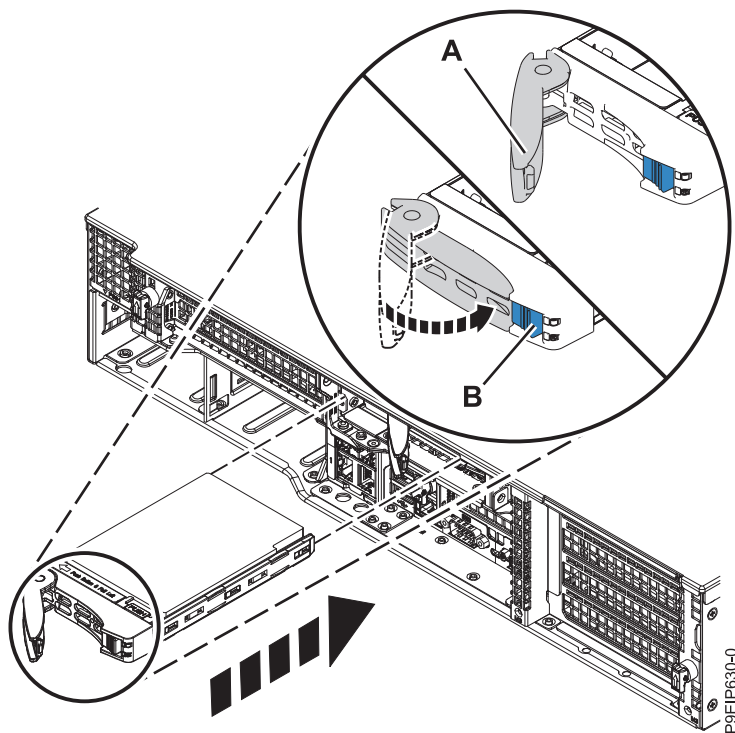

Figure 19. Détails relatifs à la fixation d'une unité de disque
7. Verrouillez la poignée de la baie d'unité (**A**) en poussant le loquet de la poignée jusqu'à ce qu'il soit verrouillé en position (**B**) comme indiqué dans la figure 19, à la page 21.